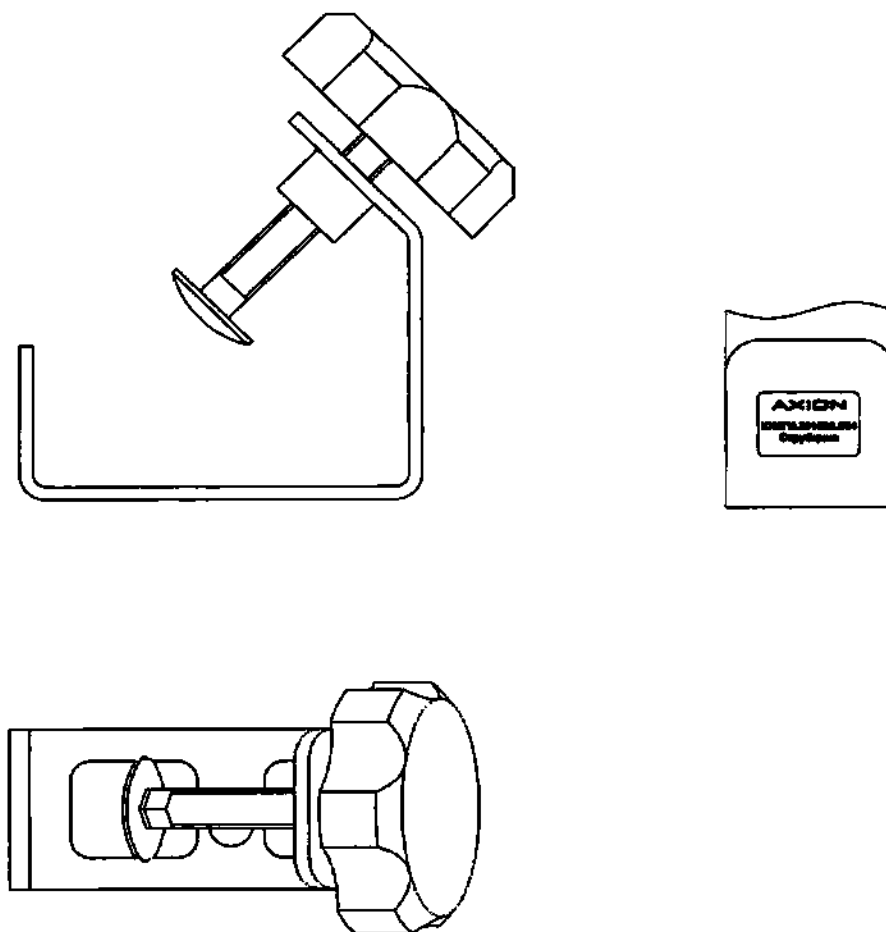

Рисунок 2.5 – Струбцина
2.5.3 Струбцина (рисунок 2.5) используется для крепления изделия на металлической перекладине или штанге. Струбцина крепится к задней панели пульсоксиметра при помощи винта, идущего в комплекте со струбциной, закручиваемого в отверстие для установки внешнего крепления (рисунок 2.6).